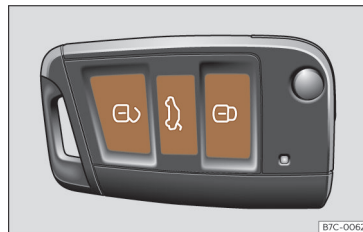

Fig. 48 Chave por comando à distância: teclas.
- Trancar: pressione o botão  >>> **Fig. 48.**